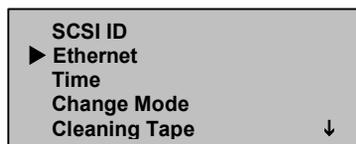

Figura 23: Selezione dell'opzione Ethernet
3. Dal sottomenu Configuration (Configurazione) scorrere fino a Ethernet. Vedere la Figura 23.
Vedere la Figura 23.